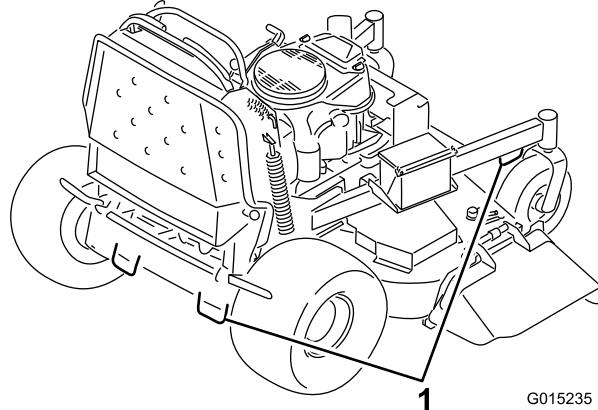

Figura 26
- Utilice los bucles metálicos de amarre de la máquina para sujetar la máquina firmemente al remolque o al camión con correas, cadenas, cables o cuerdas (Figura 26).